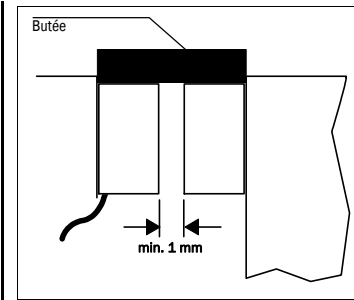

Fig. 5 : Exemple de montage d'un interrupteur de sécurité et de son actionneur
- Monter l'interrupteur de sécurité et l'actionneur de sorte qu'ils ne se touchent pas : Protecteur fermé, la distance minimale des faces en regard est de 1 mm (Fig. 5).
- Mettre en place les butées nécessaires pour les parties mobiles des protecteurs (Fig. 5).